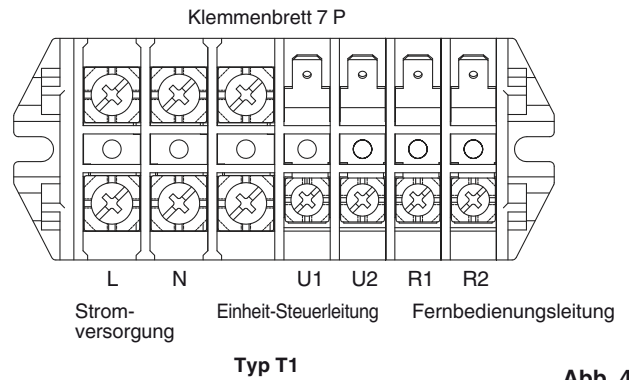

Abb. 4-2
- (1) Bezüglich Erläuterungen zu "A", "B", "C", "D" und "E" in obigen Plänen siehe Kapitel 4-2. "Empfohlene Kabellänge und Kabelquerschnitt für das Stromversorgungssystem".
- (2) Das grundlegende Anschlussdiagramm einer Inneneinheit zeigt typische Klemmenbretter; die in Ihrem Gerät vorhandenen Klemmenbretter können sich daher geringfügig von dieser Abbildung unterscheiden. (Abb. 4-2)
- (3) Die Adresse für den Kühlmittelkreislauf (R.C.) muss vor dem Einschalten der Stromversorgung eingegeben werden.
- (4) Bezüglich Eingabe der Adresse für den Kühlmittelkreislauf siehe mit der Fernbedienung (Sonderausstattung) gelieferte Einbauanleitung. Automatische Adresseneingabe kann über die Fernbedienung durchgeführt werden. Siehe mit der Fernbedienung (Sonderausstattung) gelieferte Einbauanleitung.